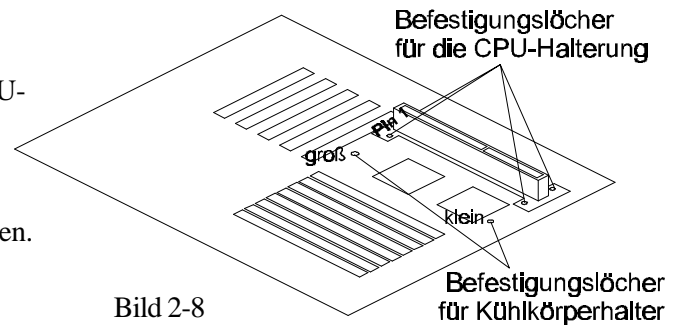

Bild 2-8
1. Die Position der 4 Löcher für die CPU-Halterung und die Markierung für "Pin 1" des Slot 1 (das ist der Prozessor-Steckplatz) sind auf dem Mainboard HOT-671 ausfindig zu machen. (siehe Bild 2-8)